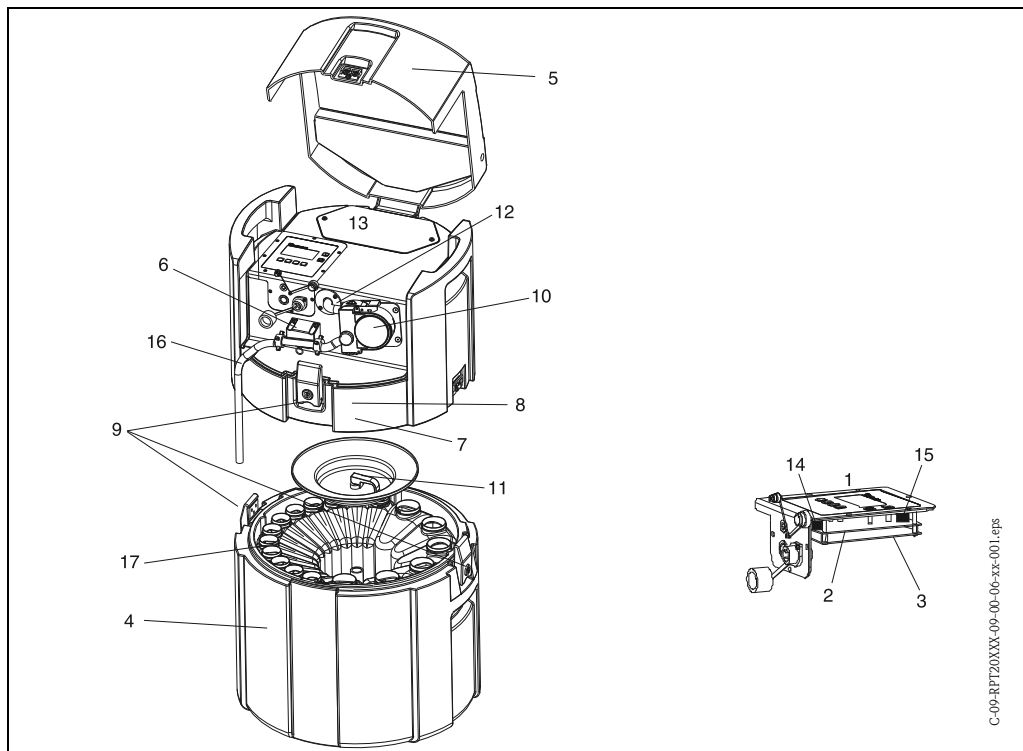

Fig. 46: Parti di ricambio (i codici delle voci sono illustrati nell'elenco delle parti di ricambio)
A	Controllore completo ( => Fig. 46, pos. 1)
B	CPU incl. display fino a codice 520013040B3 ( => Fig. 46, pos. 2)
G	CPU incl. display ( => Fig. 46, Pos. 2) a partire da codice 520014040B3